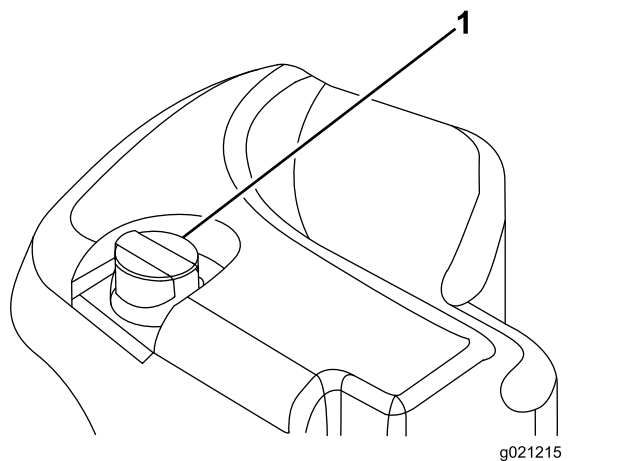

Figura 72
2. Pulite attorno al collo del bocchettone e del tappo del serbatoio idraulico (Figura 72).